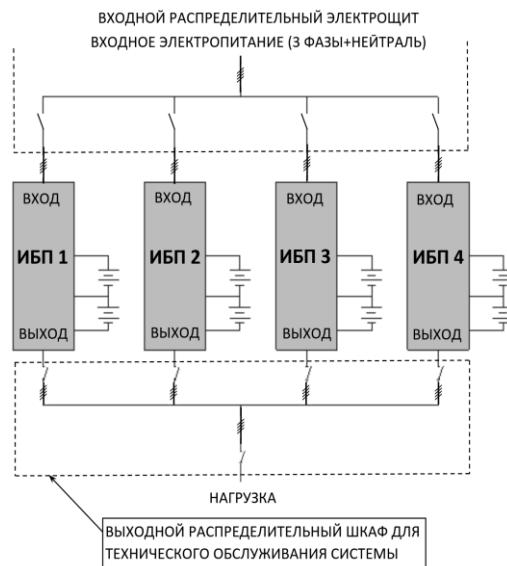
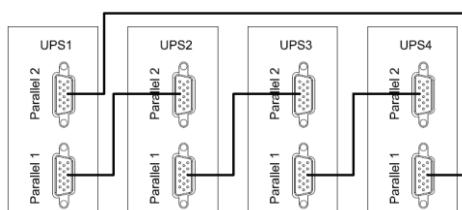

Рисунок 24 — Пример схемы подключения четырех изделий в систему параллельного резервирования с выходным распределительным шкафом.
Рисунок 25 — Схема соединения изделий в «кольцо» через параллельные порты
**Изделие имеет встроенный параллельный контроллер и может работать в системе бесперебойного питания с параллельным резервированием (см. рисунок 24 и рисунок 25). Целью такой системы является либо повышение надежности (резервирование), либо увеличение общей выходной мощности (масштабирование).**
**Установите дополнительные внешние выходные выключатели (см. рисунок 24) между выходными клеммами каждого изделия и общими шинами, тщательно соблюдая фазировку.**
- отключите входное сетевое питание каждого изделия. Убедитесь в том, что все внешние выключатели разомкнуты (см. рисунок 24);
- 1) Убедитесь в том, что все подключения входных/выходных проводов и последовательность фаз входных проводов выполнены правильно (см. раздел «ПАРАЛЛЕЛЬНОЕ ПОДКЛЮЧЕНИЕ ИЗДЕЛИЙ»). Установите автоматический выключатель АКБ (SF) в выключенное положение, при подключенных внешних АКБ. Измерьте напряжение на положительной и отрицательной группах батарей. Убедитесь в том, что напряжение на клеммах обеих групп батарей в норме.
- 3) Подайте трехфазное сетевое напряжение от распределительного щита питающей линии на все изделия (см. рисунок 24).